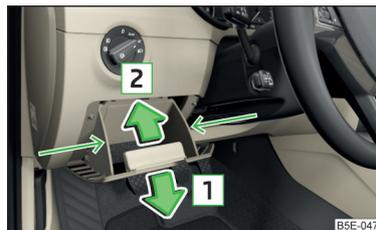

Abb. 214
- Das Ablagefach seitlich im Bereich der Pfeile fassen » Abb. 214.